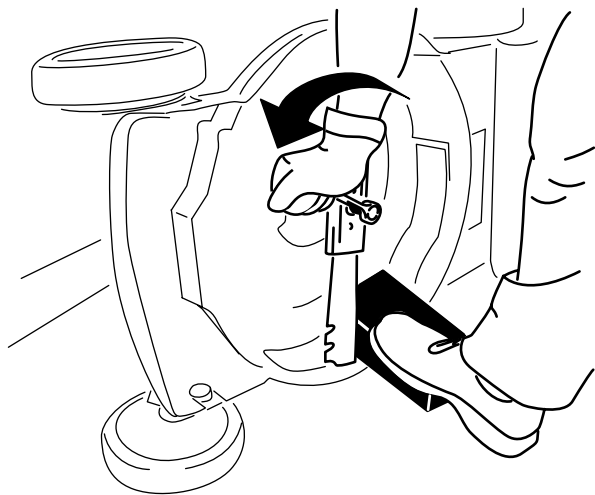

Рисунок 27
3. Используйте деревянную подкладку для неподвижного удерживания ножа (Рисунок 27).
4. Снимите нож, сохранив все крепежные детали (Рисунок 27).